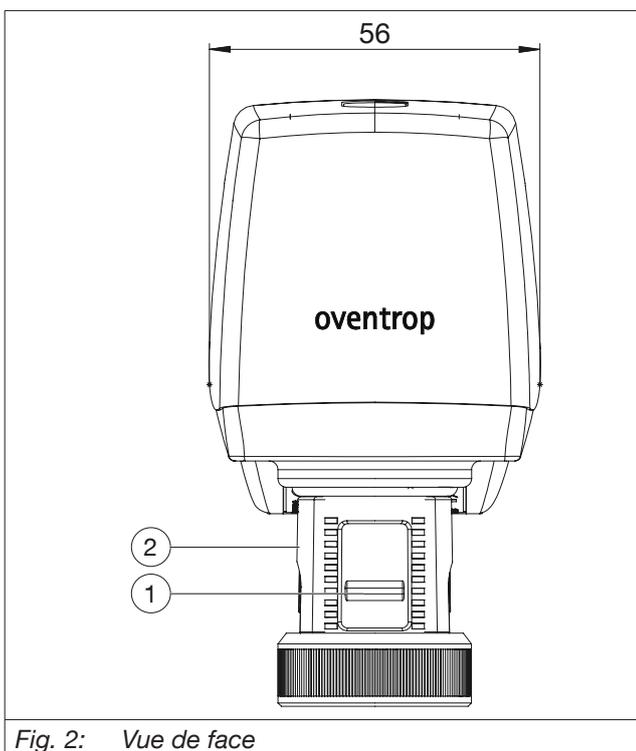

Fig. 2: Vue de face
- Protéger l'affichage de la position de la levée en pivotant le cache poussière (position (2) sur la Fig. 2) de 180°.